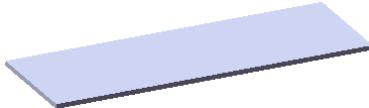
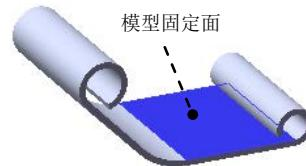

图 16.4.4 展开 1
图 16.4.5 模型固定面
Step3. 创建图 16.4.4 所示的钣金特征——展开 1。
(1) 选择命令。选择下拉菜单 **插入(I)** → **钣金(H)** → **展开(U)...** 命令(或单击“钣金”工具栏上的“展开”按钮 )，系统弹出“展开”对话框。
(2) 定义模型固定面。选取图 16.4.5 所示的模型表面为模型固定面。
(3) 定义展开的折弯特征。在“展开”对话框中单击 **收集所有折弯(A)** 按钮，系统将模型中所有可展平的折弯特征显示在 **要展开的折弯:** 列表框中。
(4) 单击 按钮，完成展开 1 的创建。